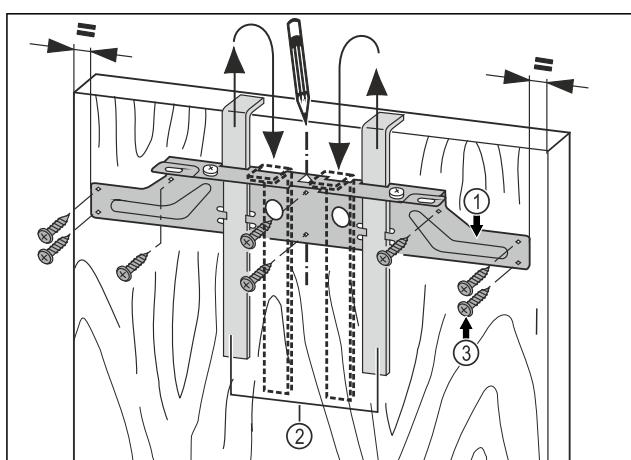

Fig. 19
- ▶ Навесьте крепежную поперечину Fig. 19 (1) с монтажными вспомогательными элементами Fig. 19 (2) на внутреннюю сторону мебельной двери.
- ▶ Выровняйте крепежную поперечину Fig. 19 (1) по центру на двери.
- ▶ Прикрутите крепежную поперечину Fig. 19 (1) по меньшей мере 6 винтами Fig. 19 (3).
- ▶ Прикрутите крепежную поперечину Fig. 19 (1) 4 винтами Fig. 19 (3) по краю.
- ▶ Вытяните вверх монтажные приспособления Fig. 19 (2) и, развернув, вставьте их в расположенные рядом приемные отверстия.